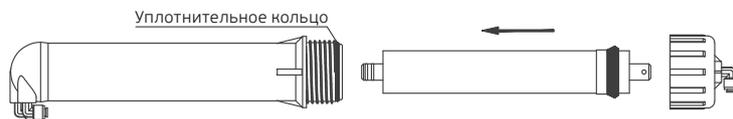

Рис. 8
- установить мембрану в корпус согласно рис.8;